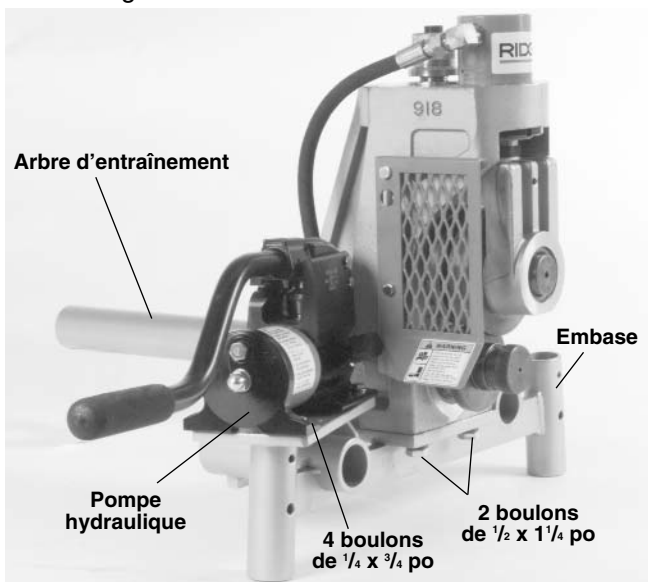

Figure 3 – Figure 3 – Rainureuse à galets industrielle n° 918 sur embase de la 1822
1. Positionnez la rainureuse à galets n° 918 sur l'embase comme indiqué à la Figure 3.
4. Montez l'adaptateur de l'arbre d'entraînement sur la rainureuse à galets en serrant les deux (2) vis de blocage.
6. Assurez-vous que le carter de sécurité de la rainureuse à galets est en place (Figure 3).